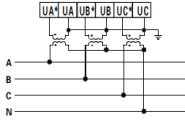

Рис. 3 – Подключение через трансформаторы напряжения. Трехфазная цепь с нейтралью (если  $U > 600В$ )
1. Подключите прибор к исследуемой цепи в соответствии со схемами подключения (см. рис. 3–6).